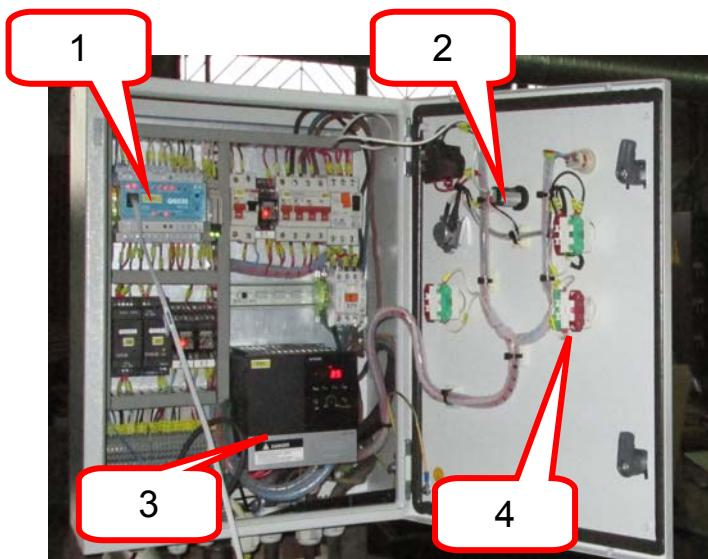
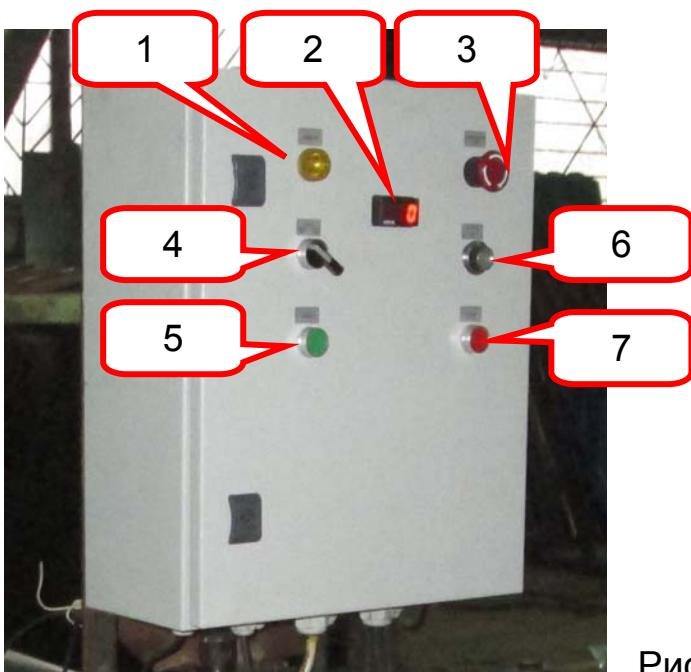

Рисунок 1.
Рисунок 2.
Шкаф управления предназначен для автоматизации технологического процесса размотки металлического листа и нарезки заготовок заданной длины. Использованы следующие элементы (рисунок 1):
- Программируемый логический контроллер ф. «ОВЕН» ПЛК150-220.И-М. Контроллер определяет логику работы станка (рисунок 1, поз.1)
- Индикатор СМИ-2 ф. «ОВЕН» для отображения режимов работы, длины и количества деталей, диагностики ошибок (рисунок 1, поз.2), (рисунок 2, поз.2).
- Преобразователь частоты позволяет плавно менять скорость размотки листа, точно позиционировать заготовку (рисунок 1, поз.3)
- Кнопки управления (рисунок 1, поз.4)
«АВАРИЯ» - кнопка аварийного отключения (рисунок 2, поз.3).
«ПУСК» - включение автоматической работы (рисунок 2, поз.5).
«СТОП» - остановка, сброс ошибки (рисунок 2, поз.7).
«ДЛИНА-РЕЖИМ-КОЛИЧЕСТВО» Трёхпозиционный переключатель типа отображения (рисунок 2, поз.4).
«+/-» Рукоятка управления позволяет уменьшить-увеличить количество или длину, задавать скорость размотки в ручном режиме (рисунок 2, поз.6).